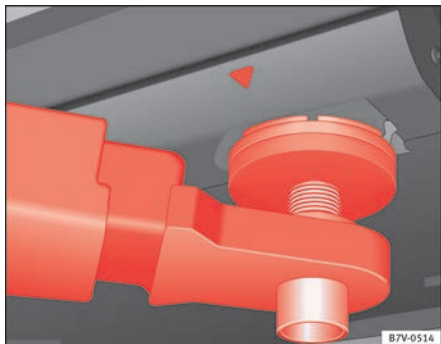
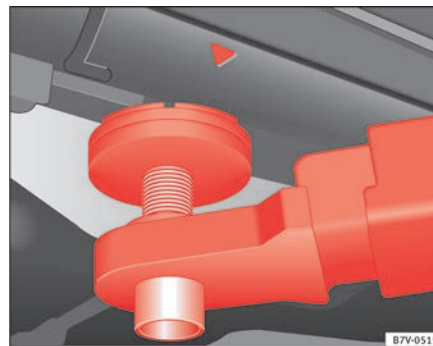

Abb. 160 Aufnahme-
Abb. 161 Aufnahme-
Das Fahrzeug darf nur an den in den Abbildungen ⇒ **Abb. 160** und ⇒ **Abb. 161** gezeigten Punkten angehoben werden. Wenn das Fahrzeug nicht an den gezeigten Punkten angehoben wird, können Schäden am Fahrzeug ⇒  und schwerwiegende Verletzungen die Folge sein ⇒ .
- Fahrzeug nur an den in den Abbildungen ⇒ **Abb. 160** und ⇒ **Abb. 161** gezeigten Punkten anheben. Wenn das Fahrzeug nicht an den gezeigten Punkten angehoben wird, kann das Fahrzeug von der Hebebühne fallen, wenn z. B. der Motor oder das Getriebe ausgebaut wird.